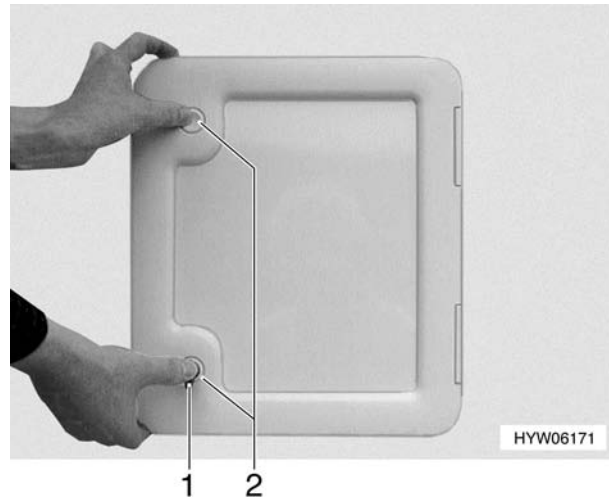

Bild 161 Öffnen der Thetford-Klappe
Die Klappe für die Thetford-Kassette (Bild 161) befindet sich außen am Reisemobil:
- Drehschloss (Bild 161,1) mit Schlüssel öffnen.
- Beide Druckschlösser (Bild 161,2) gleichzeitig drücken und Thetford-Klappe öffnen.